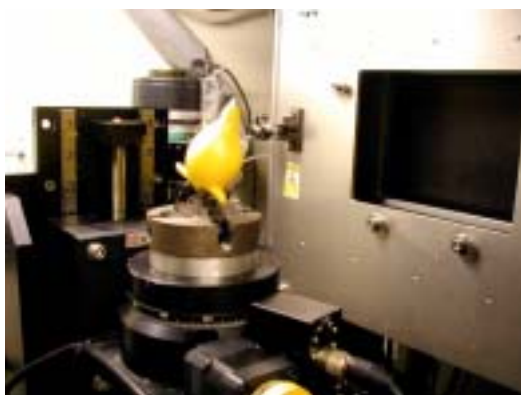
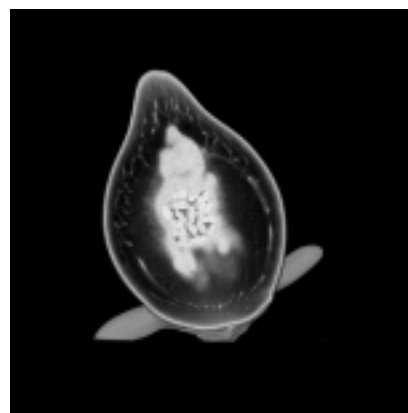
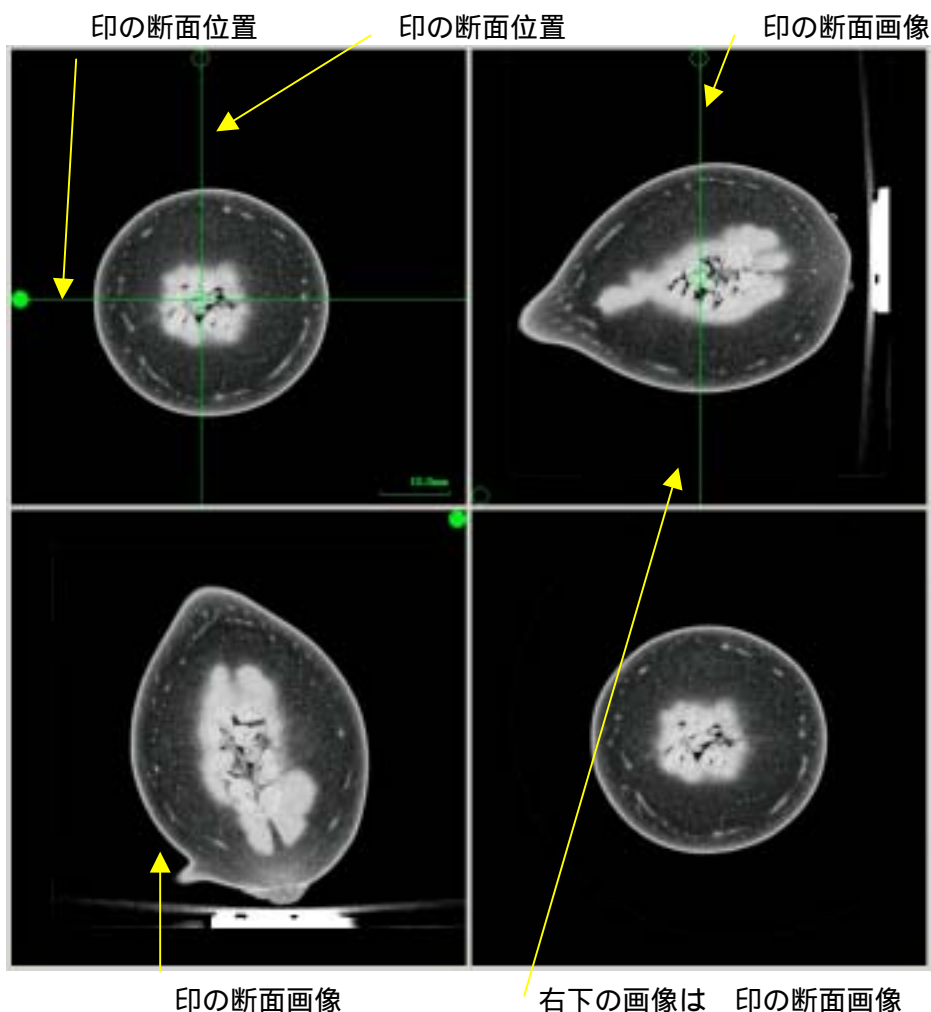

図2 フォックスフェースの試験状況
図3 3D画像
図4 フォックスフェースのMPR (サンプルの任意断面を表示させるモード) 画像
- 2) 外観：図2の真中にある黄色の実です 口先を上に向けたキツネの顔のように見えます
- * 図3 : 図2に見えるフォックスフェースの内部の3D画像です
- * 図4左上 : 図3の画像上下1/2の位置で水平に切って上から見た画像に相当します。
- * 図4左下 : 左上の画像を 印線に沿ってスライスした面を見た画像です。
- * 図4右上 : 左上の画像を 印線に沿ってスライスしたもので図3とは90°回転して見た断面画像に相当します
- * 図4右下 : 右上の画像を 印線に沿ってスライスした面を見たもので左上の図とはほぼ同じ断面を見たものです。